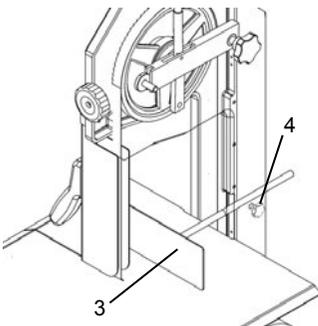

Рис. 6.А.2.1
6.А.2 – Предварительная регулировка (рис. 6.А.2.1)